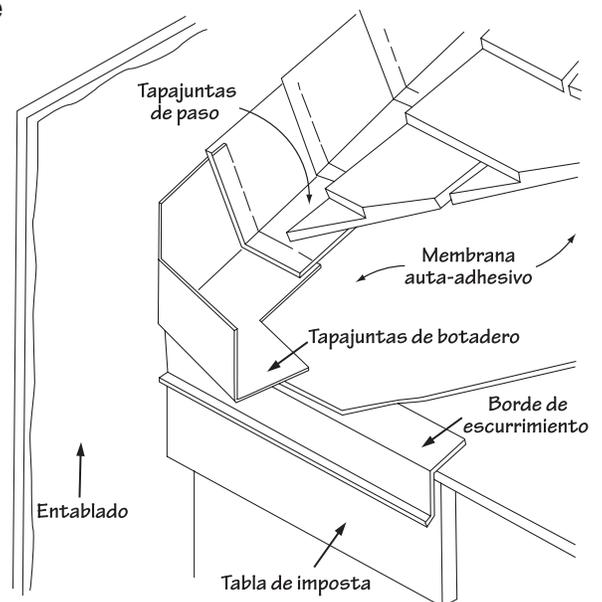

Figura 43.
- Como alternativa a la desviación, forme un "botadero" con tapajuntas metálico, como se muestra en la Figura 43.
NOTA: El "tapajuntas de botadero" (Figura 43) es una tira adicional de tapajuntas que sobresale del borde de la imposta que se necesita en algunas zonas de clima frío.